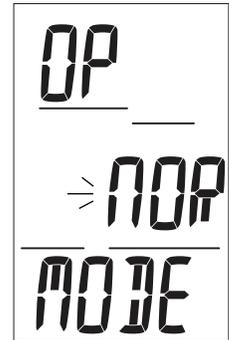

Fig. 42 - SÉLECTION DU MODE D'UTILISATION
**Réglage du mode d'utilisation en plongée** : paramètres affichés (fig. 42)